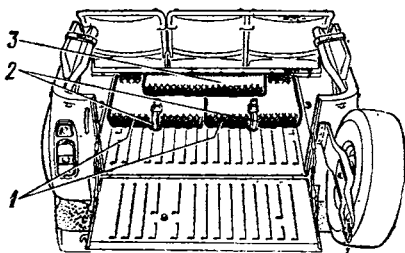

Рис. 136. Укладка пакетов тента в кузове:
6. Уложите пакет тента (рис. 136) под сиденье или при сложенном положении сидений между спинками передних сидений.